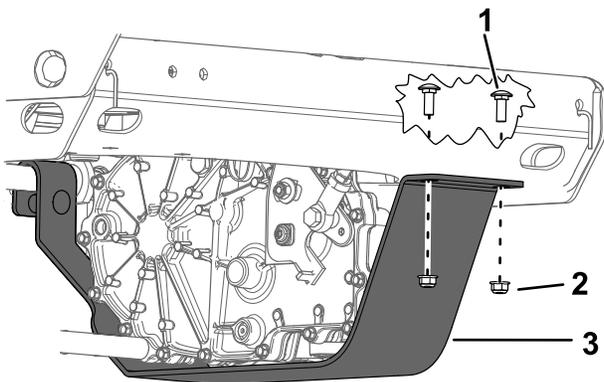

Рисунок 64
5. Отверните 2 болта с гайками с обоих ограждений коробки передач (Рисунок 64).
8. Поверните ограждения коробки передач вверх и закрепите их с помощью 2 болтов и 2 гаек (Рисунок 64).